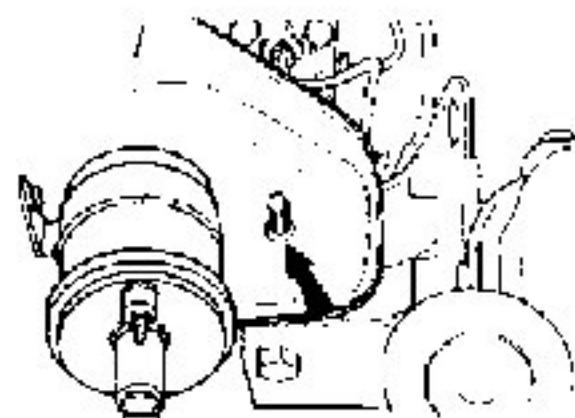

Fig. 24
25. Deslizar cuidadosamente o conjunto motor/transmissão por baixo do veículo e, através da corrente, levantá-lo até que o prisioneiro do suporte direito do motor fique corretamente posicionado no orifício da aba do para-lama (fig. 24). Instalar porca e parafuso de caixa do para-lama
2. Deslizar cuidadosamente o conjunto motor/transmissão por baixo do veículo e, através da corrente, levantá-lo até que o prisioneiro do suporte direito do motor fique corretamente posicionado no orifício da aba do para-lama (fig. 24). Instalar porca e parafuso de caixa do para-lama